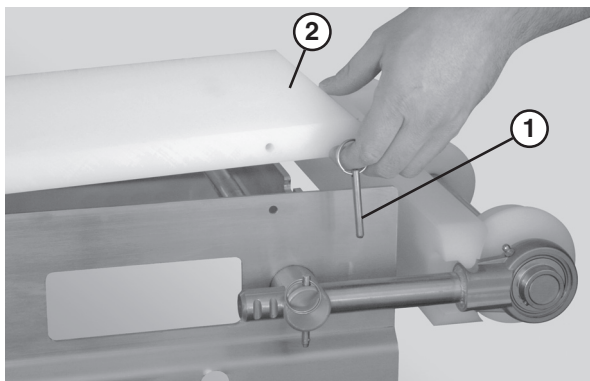

Figura 25
1. Retire las guías, si corresponde, retirando los pasadores (Figura 25, ítem 1) que conectan la guía (Figura 25, ítem 2) al bastidor.